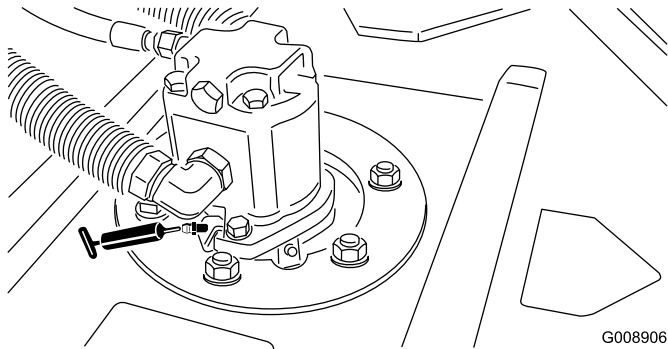

Bild 35
- Spindelwellenlager des Mähwerks (2 pro Mähwerk) (Bild 35)